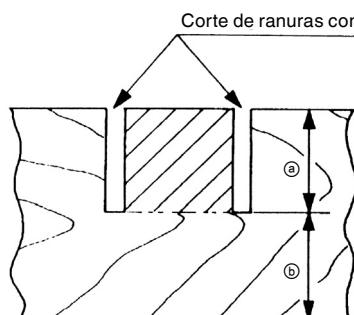

Fig. 41
Las ranuras podrán cortarse en la pieza de trabajo como se indica en la Fig. 41 regulando el perno de ajuste de profundidad de 6mm.
- Ajuste la profundidad de corte deseada regulando la distancia entre la hoja de sierra y la superficie de la base (consulte b de la Fig. 41).